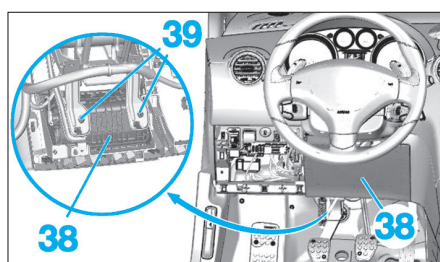

Fig. 21
- Déposer les écrous (39) du coussin gonflable genoux (38) (Fig.21).